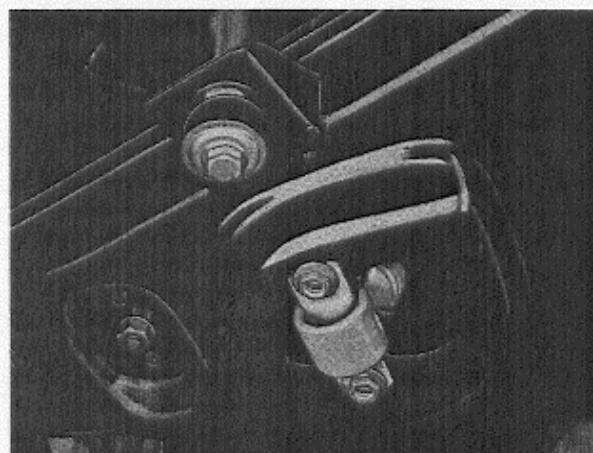

Abb. 8. Vorderer Stoßdämpfer, untere Befestigung
Die untere Befestigung (Abb. 8) besteht aus einer Öse, die mit einer nichtaustauschbaren Gummibuchse und einem an den Außenenden gestauchten Rohr versehen ist. Das Rohr ist an der Unterseite des unteren Querlenkers festgeschraubt.
2. Die beiden Befestigungsschrauben (Abb. 8) auf der Unterseite des unteren Querlenkers lösen und den Stoßdämpfer herunternehmen.
3. Scheibe (7), Abstandhülse (2) und Gummibuchse (1) auf dem Stoßdämpfer anbringen.
5. Obere Gummibuchse (6) aufstecken. Scheibe (3) davor anbringen und die Befestigungsmutter aufschrauben. Mutter anziehen, bis diese an der Abstandhülse anliegt.